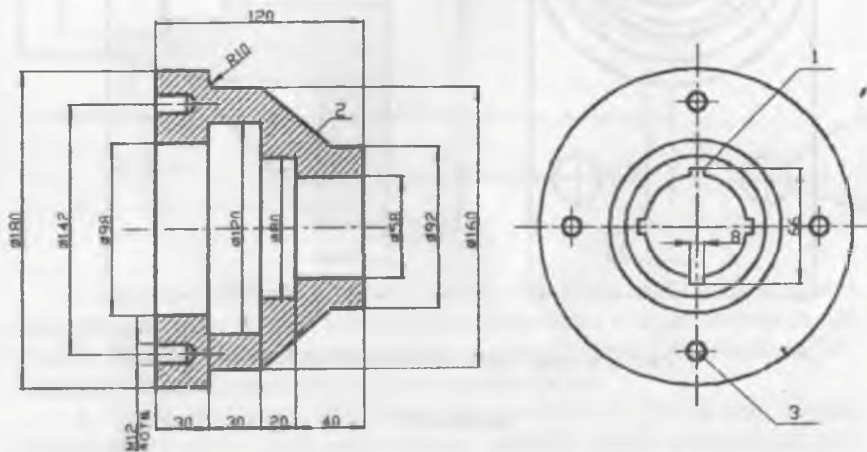

Рис. 2. Полумуфта. Материал – сталь 30Л
2. Приведите схемы обработки поверхностей 1, 2, 3 детали, чертеж которой дан на рис. 2. Для каждой схемы укажите названия станка, инструмента и зажимных приспособлений. Приведите эскизы инструмента для